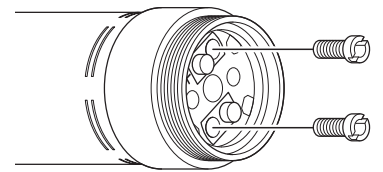

図 12
- 2) カーボンブラシを止めているねじを、マイナスドライバを用いて取り外します(図 12)。